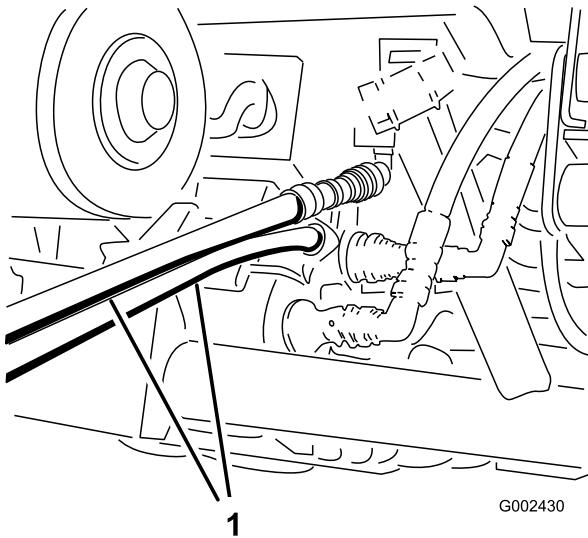

Figure 82
4. Sur l'autre véhicule, branchez les deux flexibles au raccord se trouvant encore dans le support. Raccordez le flexible supérieur au raccord supérieur et le flexible inférieur au raccord inférieur (Figure 82). Obtuez les deux raccords inutilisés.